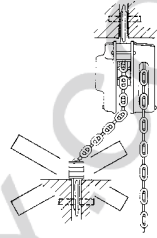

Fig. 3
- Schuin trekken, dat wil zeggen zijdelingse belasting op de behuizing of onderhaak vermijden. Altijd in een rechte lijn tussen beide haken werken (Fig. 3).